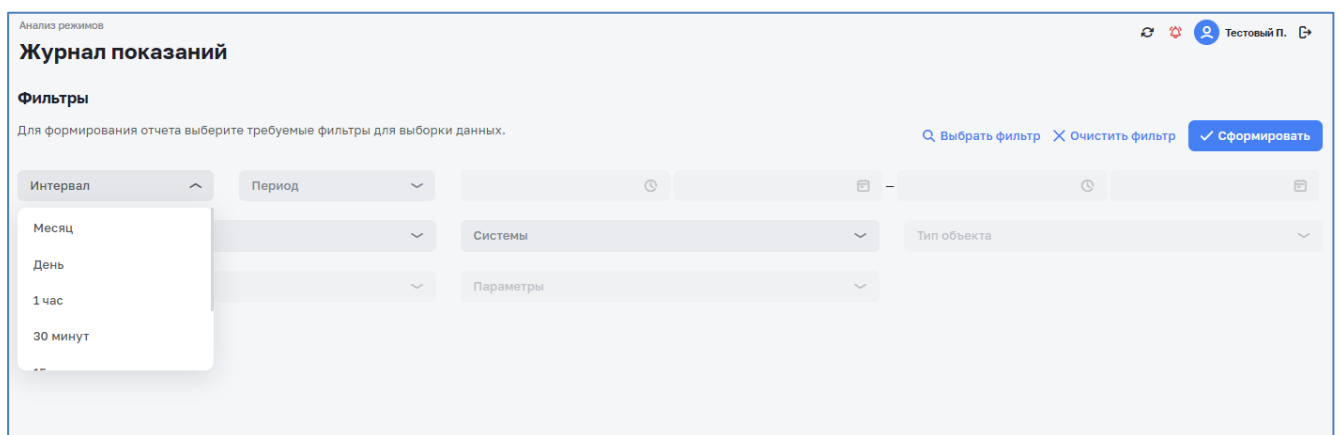

Рисунок 6 – Выбор интервала
4. Указатель выбора  для выбора нужных значений из списка (см. Рисунок 6).